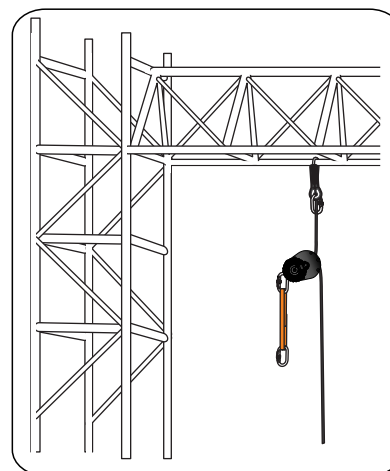

рис. 5
1. Присоедините трос к элементу постоянной конструкции (рис. 5). Форма и строение конструкции должны исключать самопроизвольное сползание и отсоединение устройства.